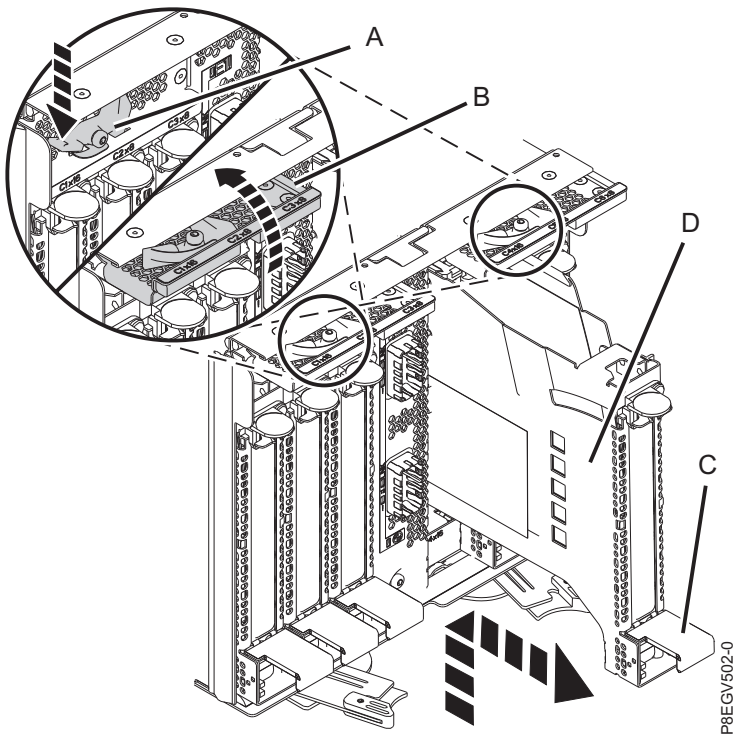

Figure 5. Retrait d'une cassette de cartes PCIe
- a. Libérez les deux portes de verrouillage (**B**) en appuyant sur les loquets de verrouillage (**A**) dans la direction indiquée dans la figure 5, à la page 6. Les portes de verrouillage (**B**) pivotent automatiquement dans la direction indiquée dans la figure 5, à la page 6.
- b. Soulevez la poignée de cassette (**C**) et tirez la cassette (**D**) hors de son emplacement, comme illustré dans la figure 5, à la page 6.